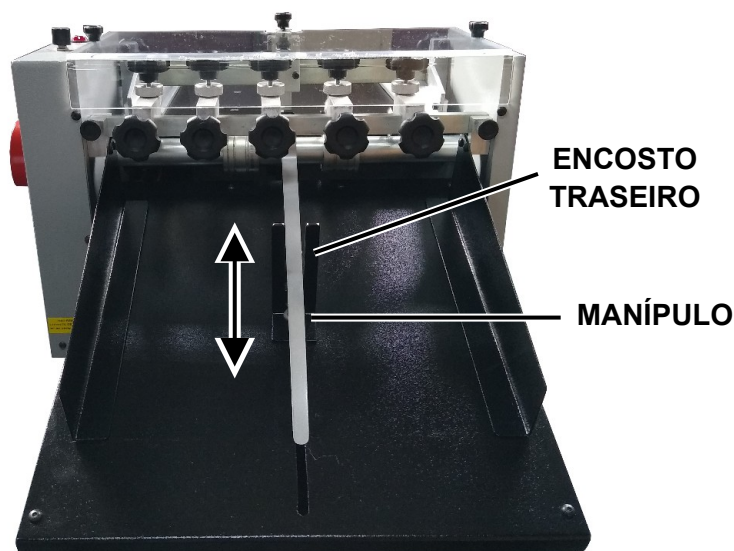

Figura 16
4.7 – Ajuste do Encosto traseiro: faça o ajuste do encosto traseiro de acordo com as dimensões do material a ser utilizado. Gire o manípulo no sentido anti-horário para desapertar o conjunto, movimente e defina a posição desejada, aperte novamente o manípulo travando-o na posição. (Figura 16).